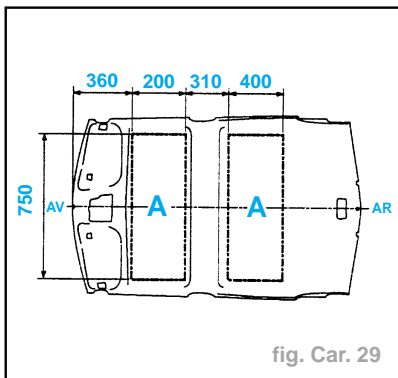

fig. Car. 29
- Découper les emplacements des équipements, à l'aide des gabarits joints à la garniture, selon besoin (fig. Car. 29).